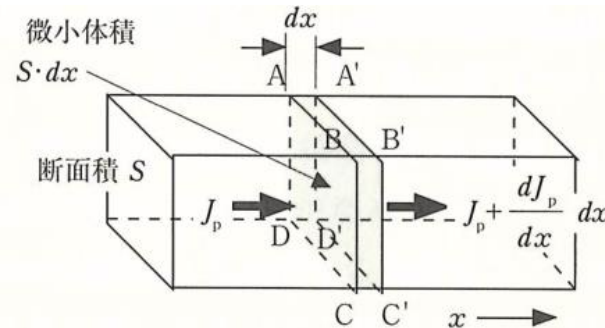

図 2.27 微小領域における電流の流入，流出および発生・再結合
- ・断面積 S の n 形半導体(図2.27)のホール(少数キャリア)を考える。